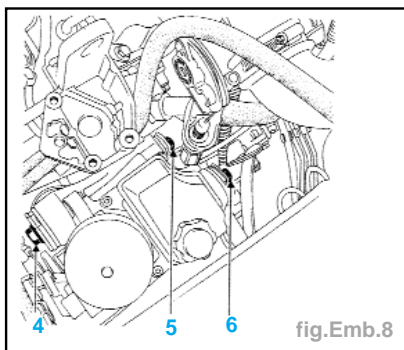

fig.Emb.8
- Déposer le clip de réglage (8) en ayant au préalable repéré sa position (compter le nombre de gorge). Ceci permettra de ne pas avoir à effectuer le réglage du mécanisme de débrayage (uniquement dans le cas d'un remontage du même groupe électropompe).
- Débrancher le connecteur (3) du capteur de position d'embrayage.
- Déposer les trois vis de fixation (4) (5) et (6) du GEP (fig.Emb.8).